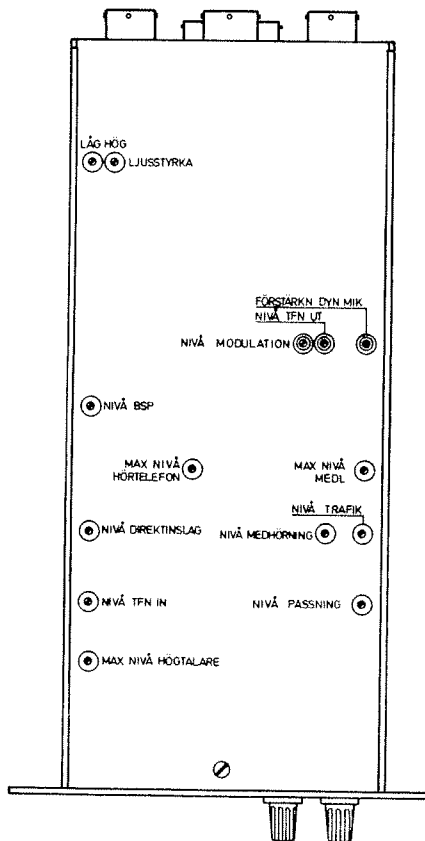

Bild 32. Betjäningsenhet översida
Vid behov, justera med potentiometern NIVÅ PASSNING på betjäningenshetens översida, se bild 32.
6.4.5.4 Vid behov, justera med potentiometern MAX NIVÅ HÖGTALARE på betjäningenshetens översida, se bild 32.